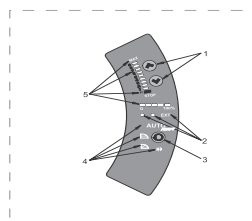

Fig. 11 Pannello di controllo
Il pannello di controllo, fig. 11, comprende:
Il funzionamento notturno automatico può essere abbinato a ciascuno di questi modi di regolazione. I simboli luminosi in pos. 4, vedere fig. 11, indicano le impostazioni della pompa: